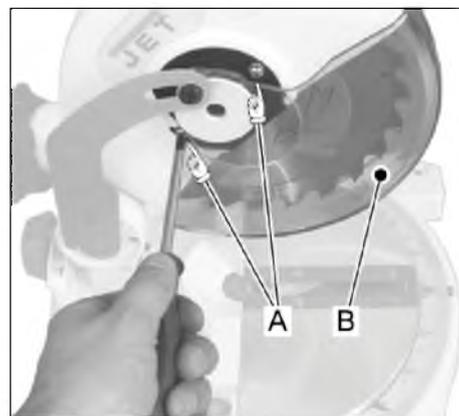

Рис. 10
- Установите на место пластиковый защитный кожух и затяните два винта (А, Рис. 10).